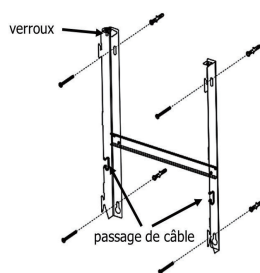

Figure 3
3. Vérifiez que le support est parfaitement horizontal à l'aide d'un niveau à bulle et marquez l'emplacement des 4 trous sur le mur. Percez les 4 trous dans le mur à l'aide d'une perceuse adaptée au diamètre de la cheville. Insérez les chevilles dans les trous, puis vissez solidement le support mural sur le mur. (Voir Figure 3)